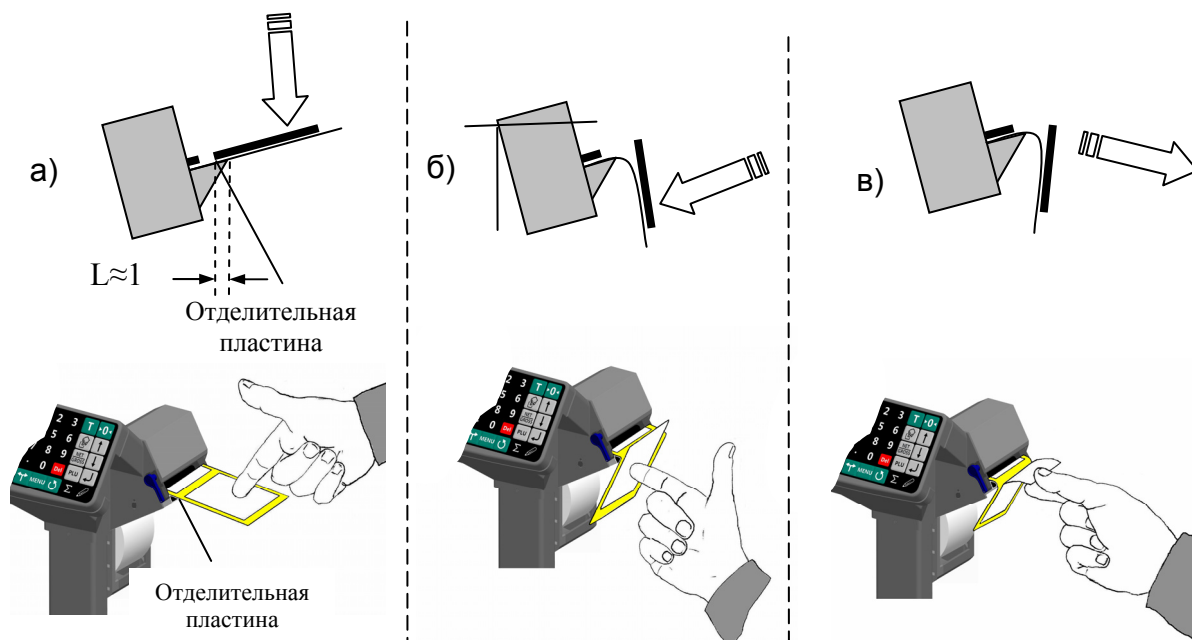

Рис. 4.10 - Ручное отделение этикетки
- После печати край этикетки остановится над отделительной пластиной (Рис. 4.10 а);
- Легким нажатием указательного пальца отклонить этикетку вниз вместе с лентой (Рис. 4.10 б). Край этикетки отделится от ленты;
- Снять этикетку с ленты, удерживая ее за верхний край большим и указательным пальцами (Рис. 4.10 в).
ванное место остановки, когда край этикетки не доходит до конца отделительной пластины на 1÷2 мм (см. Рис. 4.10 а). Порядок изменения места остановки этикетки описан в разделе (п. 6.11.4.3). Первая этикетка после включения питания весов или после заправки рулона является контрольной и при печати выходит из принтера пустой.